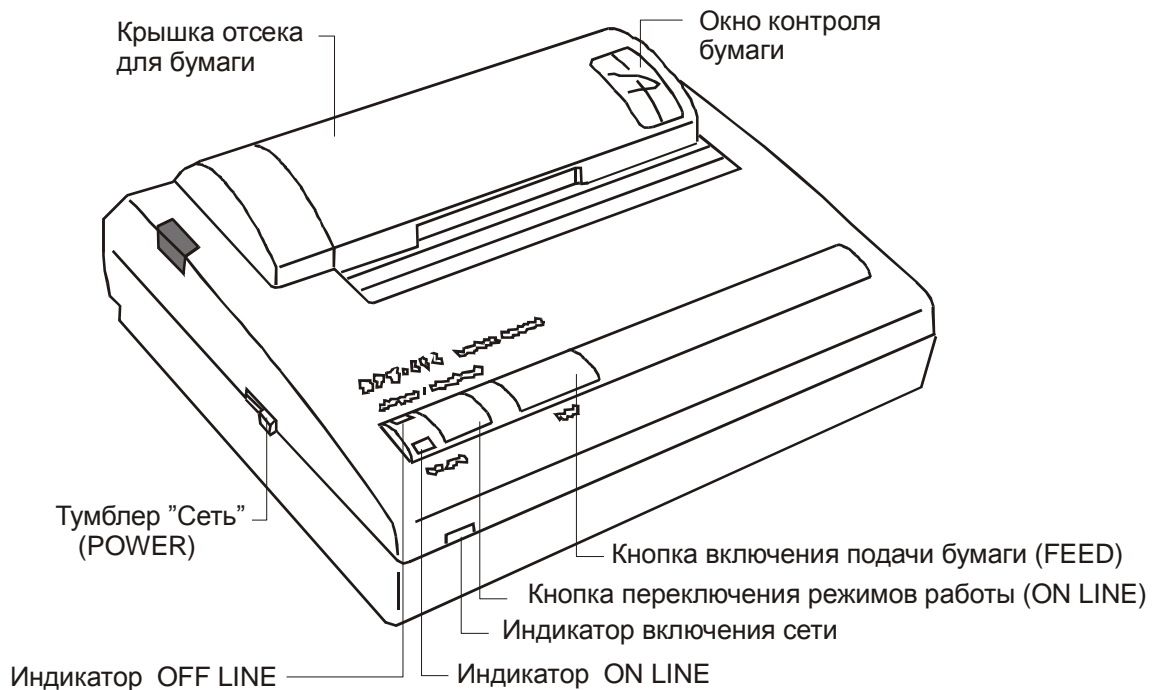
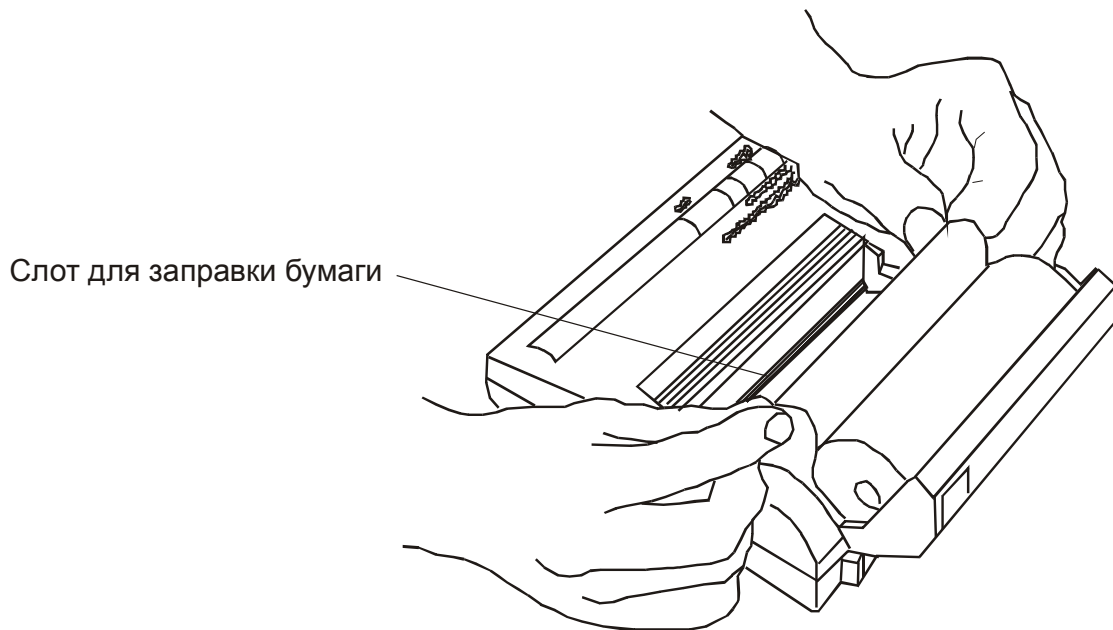

Рис.1
Рис.2
Органы управления и индикации принтера представлены на рис. 1.
- Откройте крышку отсека для бумаги (см рис.1). Распакуйте рулон бумаги, при необходимости, обрежьте ее край. Поместите рулон бумаги в откинутую крышку отсека, как показано на рис. 2.